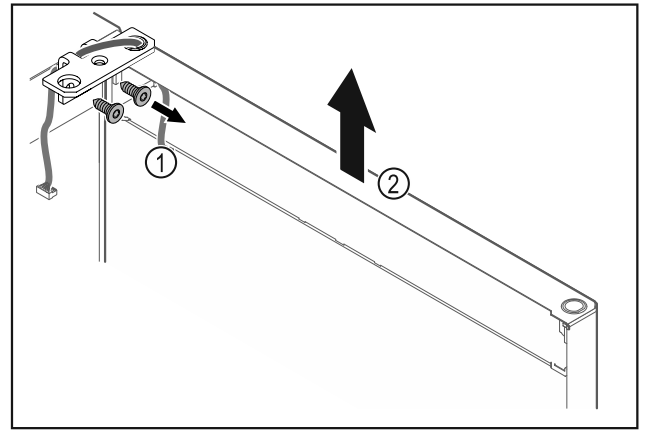

Fig. 22
- ▶ Відкрутити шарнірний кутик Fig. 22 (1).
- ▶ Дверцята з шарнірним кутиком Fig. 22 (2) приблизно на 200 мм прямо підняти вгору і зняти.